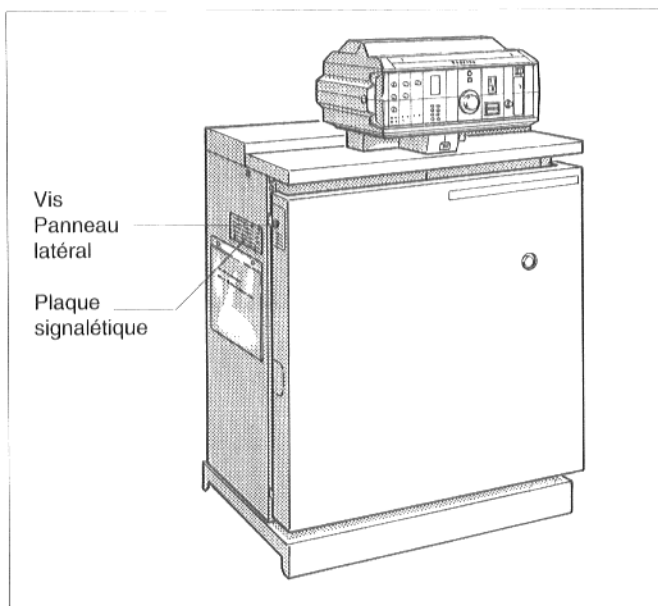
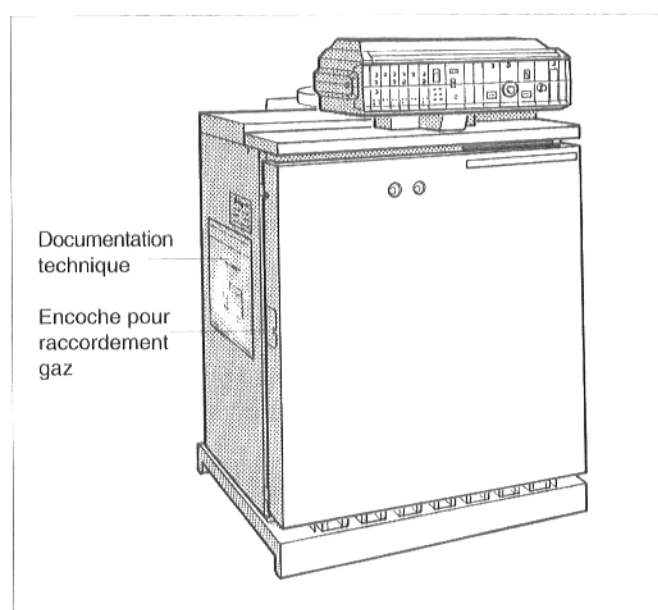

Fig. 25
Fig. 26
- Pour les chaudières modèles 12 à 64 (fig. 25), enlever la partie prédécoupée, sur la droite du panneau de façade, pour le raccordement de gaz, à partir des modèles 73, enlever le couvercle de l'encoche (fig. 26) sur la droite ou sur la gauche du panneau de façade.
- Visser les vis de fixation du panneau de façade (fig. 25).
- Fixer la plaque signalétique (fig. 25) ainsi que la pochette transparente contenant la documentation technique (fig. 26) sur le panneau latéral sur lequel elles seront les mieux visibles.